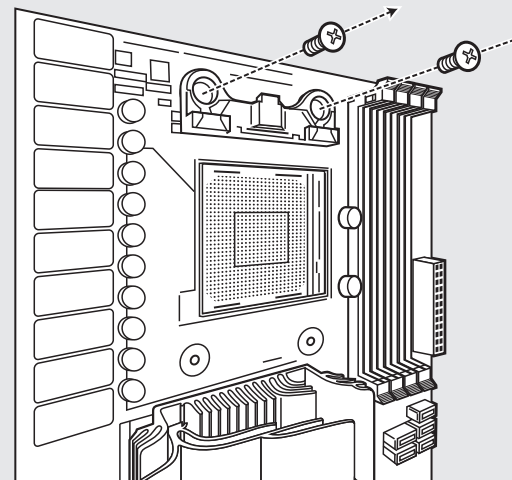

figure 1
- 拆下图示的备用AMD顶部安装支架。(图1)
- Удалите стандартный монтажный кронштейн AMD для верхнего крепления. (Рис. 1)
- Remove the integrated Intel mounting bracket by pushing on the metal piece, turning 1/8th turn, and pulling away from the copper coldplate (figure 1).
- Pour retirer le support de montage Intel intégré, poussez-le sur la pièce en métal, tournez-le d'1/8 de tour et éloignez-le de la plaque froide en cuivre (figure 1).
- Entfernen Sie die integrierte Intel-Halteklammer durch Drücken auf das Metallteil. Machen Sie eine Achtdrehung und ziehen Sie sie von der Kupfergrundplatte (Coldplate) weg (abbildung 1).
- 拆卸集成式Intel安装支架时，轻推动金属片，旋转1/8圈，并将其从铜质冷排上取下(图1)。